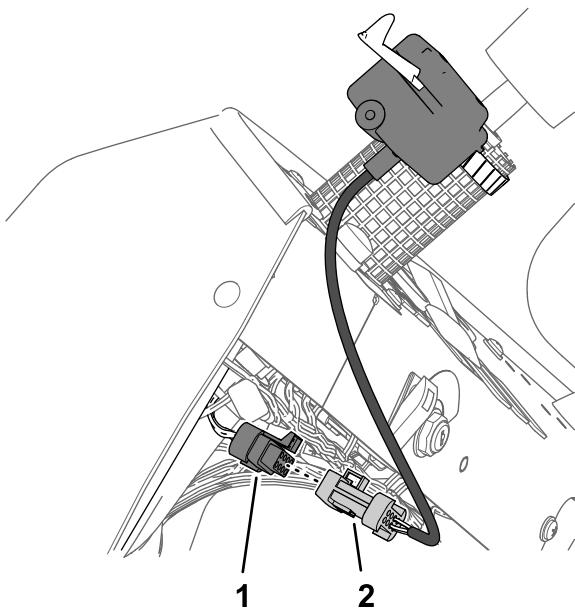

Figure 35
2. Branchez le connecteur à 8 douilles de la branche de 108 cm du faisceau du kit associé au clignotant au connecteur à 8 broches du faisceau de la commande des clignotants (Figure 35).